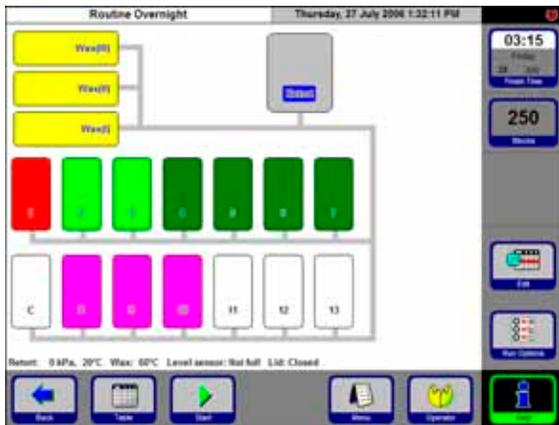

Fig. 63
- É exibida uma tela com uma representação gráfica do programa; nela, todas as estações necessárias para esse programa são coloridos de acordo com o código de cor do grupo de reagentes (Fig. 63).